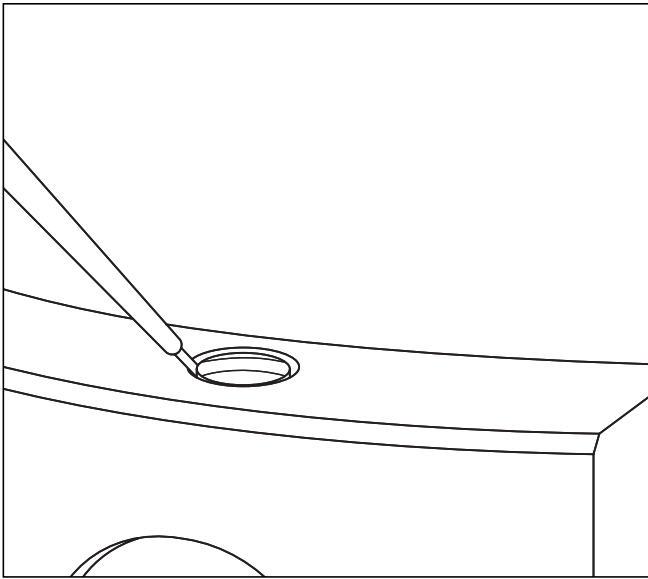

Abb. 8.10 Entfernen der Kappe
- Entriegeln Sie dazu die schwarze Kappe (siehe Abb. 8.10) mit einem Schraubendreher und nehmen Sie sie heraus.